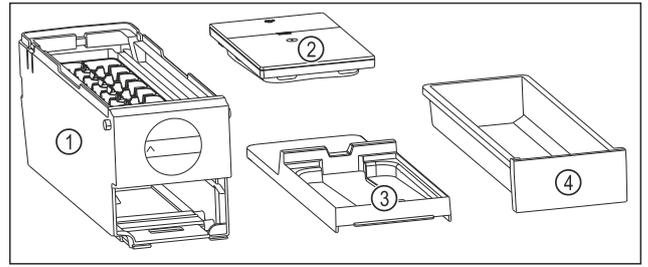

Fig. 79 EasyTwist-Ice 的组成部分
- ▶ EasyTwist-Ice 已被拆解为四部分。(参见 Fig. 79)
- ▶ 仅将 EasyTwist-Ice 拆解成所示的组成部分。(参见 Fig. 79)
- ▶ 将 EasyTwist-Ice 机身 Fig. 79 (1) 作为整体进行清洁。